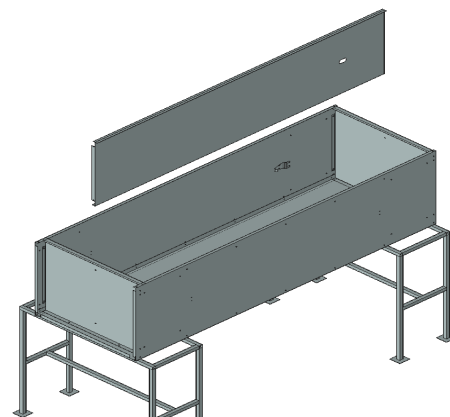

Рис. 4
3. Вставить перегородку и склепать с верхними нижним перекрытием.(рис. 4)